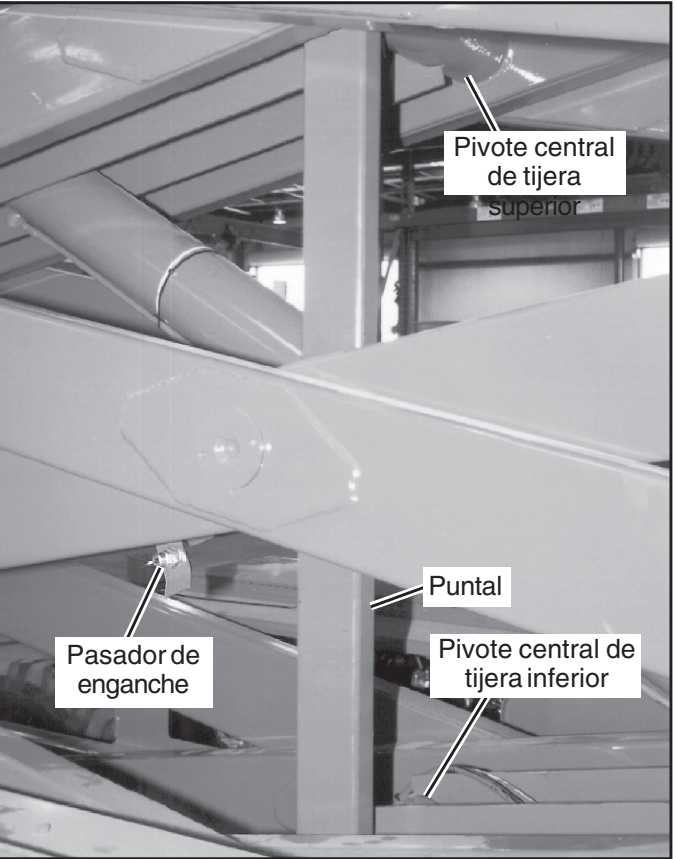

Figura 9: Bloqueo del mecanismo de tijera
- Bloqueando el mecanismo de tijera (figura 9)**